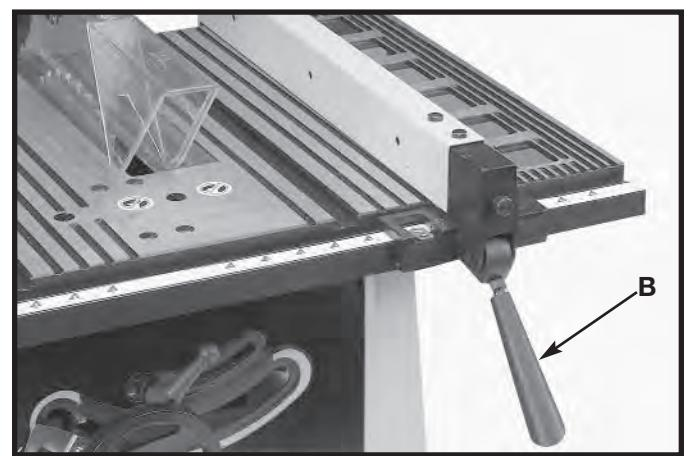

Fig. 26
- La guía de corte generalmente se instala del lado derecho de la mesa de la sierra. Levante el mango de bloqueo (B), Fig. 26, y ubique la guía sobre la mesa. Empuje el mango hacia abajo (B), Fig. 26, para trabar la guía.